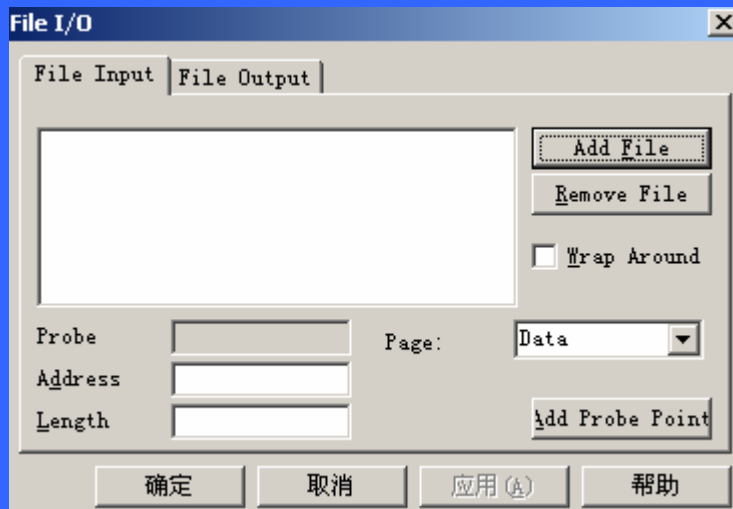

图 17 File I/O 对话框
(2) 选择命令“File→File I/O”，显示对话框如图 17 所示。在此对话框中选择文件输入或文件输出功能（对应“File Input”和“File Output”标签）。
(3) 将探针与输入文件(或者输出文件)关联起来。点击图 17 中的“Add Probe Point”按钮，弹出 Breakpoints/Probe Points 对话框。
(4) Breakpoints/Probe Points 对话框设置完成后，回到图 17 所示“File I/O”对话框。“sine.dat”出现在“File Inport”栏，“Probe”栏中显示的是“Connected”。在此对话框中，指定数据读入存放的起始地址（对文件输出为输出数据块的起始地址）和长度。起始地址可以用事先已定义的缓冲区符号代替。数据的长度以 WORD 为单位。对话框中的“Wrap Around”选项是指当读指针到达文件末尾时，是否回到文件头位置重新读入。这在